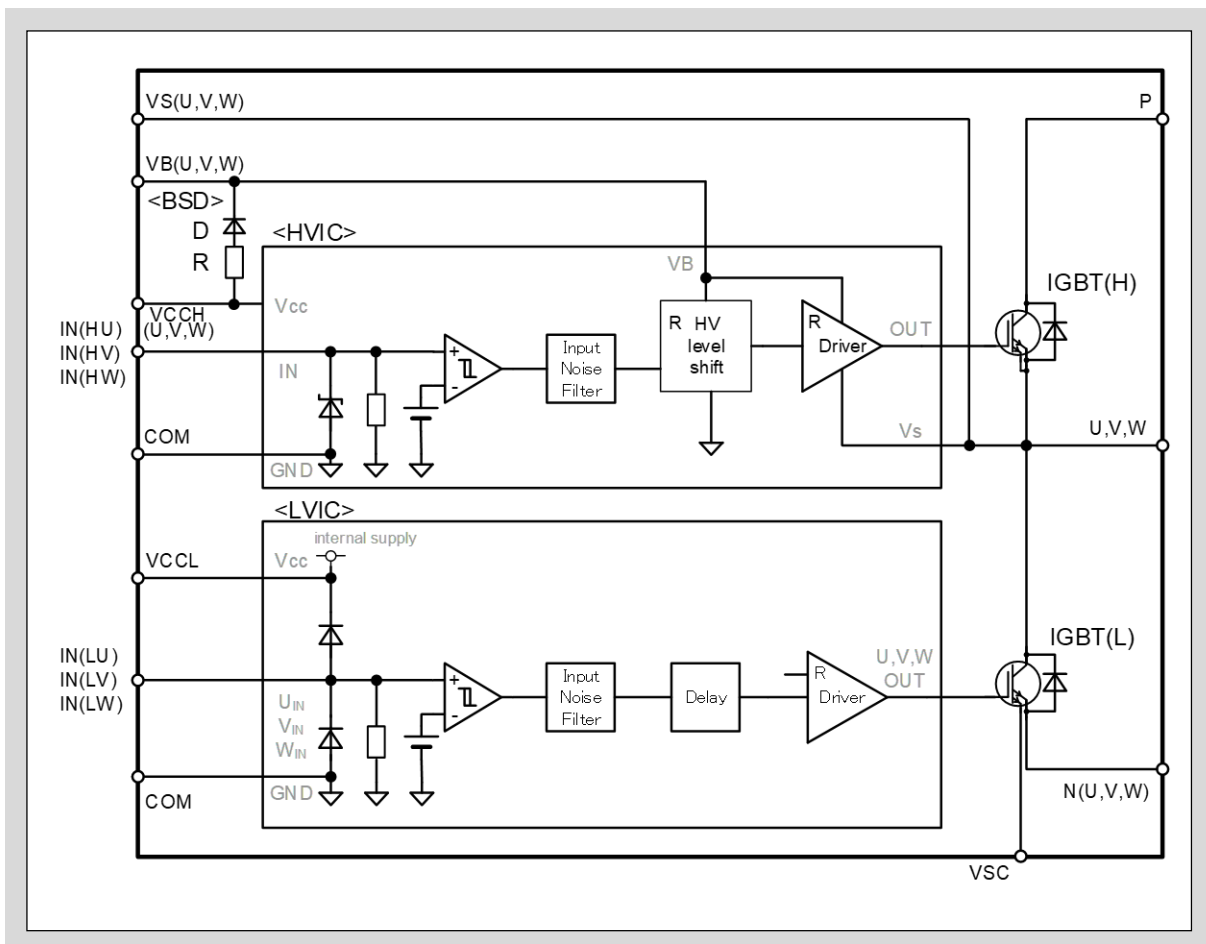

図3-16 入力端子 IN(HU,HV,HW), IN(LU,LV,LW) 回路
- 本製品の入力端子はハイアクティブ動作です。この動作論理により、入力信号は制御電源の立上げ・立下げシーケンスにおいて制限が無い場合、システムとしてフェイルセーフとなります。また、図3-16に示すように、入力端子にはプルダウン抵抗を内蔵しているため、外付けプルダウン抵抗を必要とせずシステムの部品点数を減らすことができます。さらに入力閾値電圧を低く設定していることにより3.3V電源のMPUに直接接続できます。
- MPUと本製品の入力端子間に外付けフィルタ抵抗を接続する際には、図3-16に示す入力端子のプルダウン抵抗を考慮して、入力端子電圧が入力閾値電圧以上になるよう設計してください。
- 図3-16に示すようにVCCL-IN(LU, LV, LW)とIN(HU, HV, HW, LU, LV, LW)-COM端子間にダイオードが接続されています。これらのダイオードは本製品をサージ入力から保護するためのものであるため、電圧クランプダイオードとして使用しないでください。本製品が破壊する恐れがあります。